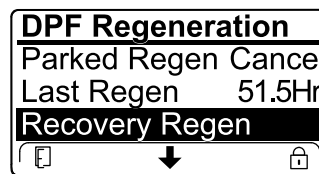

Figura 42
- Se o computador do motor não tiver pedido uma regeneração de recuperação e percorrer a opção REGENERAÇÃO DE RECUPERAÇÃO, a regeneração de recuperação bloqueia e o ícone de bloqueio (Figura 42) surge no canto inferior direito do InfoCenter.